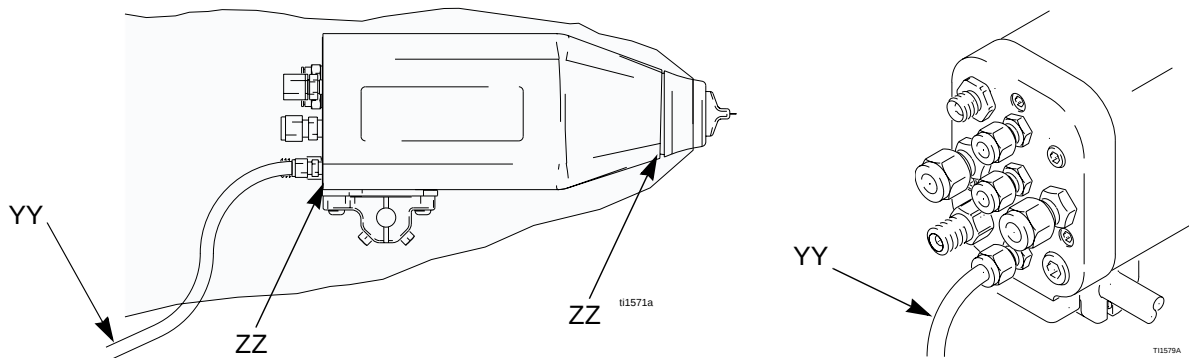

Fig. 14. Kontrollera eventuellt vätskeläckage
Kontrollera regelbundet i fördelningsrörets utblåsrör (YY) och båda ändarna på pistolen om där finns vätska. Se Fig. 14. Vätska på dessa ställen indikerar läckage in i höljet, vilket kan bero på läckor vid vätskeanslutningar eller vätsketätningar.